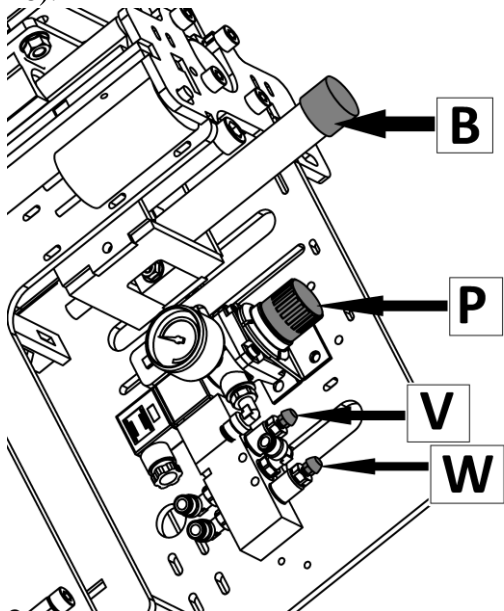

Рисунок 28.
8.2 Регулировка скорости холостого подхода и отвода сверла производится винтами "V" и "W" (рис. 28).
8.3 Регулировка скорости сверления осуществляется ручкой на стабилизаторе скорости "B" (рис.28).
8.4 Регулировка усилия сверла(с какой силой давит сверло в момент сверления), производится на редукторе "P" (рис.28). Давление на сверло насчитывается исходя 17кгс на 1Атм, но это расчет добавляются погрешности остальных элементов. В случае вертикального расположения СМ, к установленному давлению добавляется вес подвижной части СМ (порядка 15кг) .Чтоб снять фиксацию с редуктора, ручку необходимо потянуть на себя, после этого ее можно будет вращать.